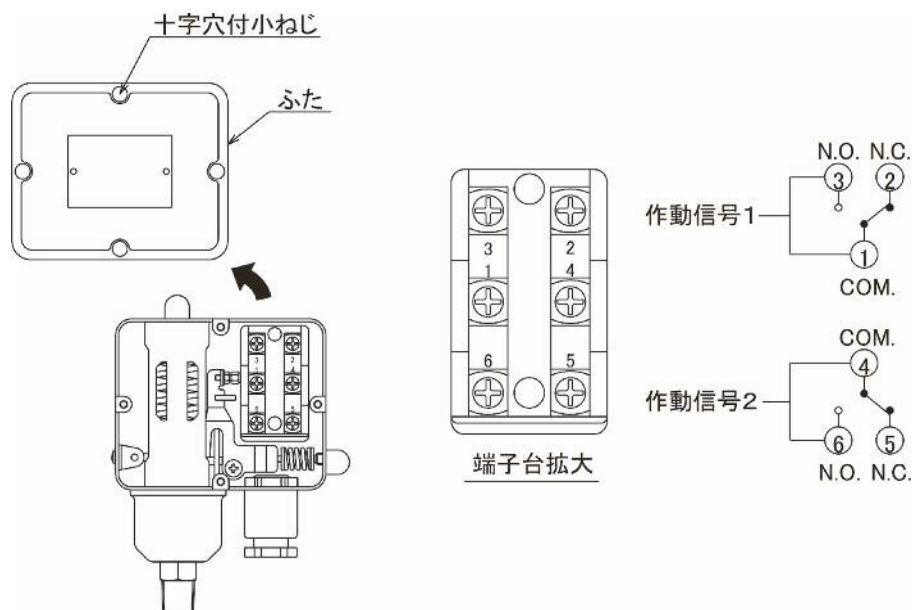

図14
仕様は下表のとおりです。この範囲内でご使用ください。2ab接点仕様ですので、a接点としての結線は下図14に示す端子番号①-③、または④-⑥に接続してください。